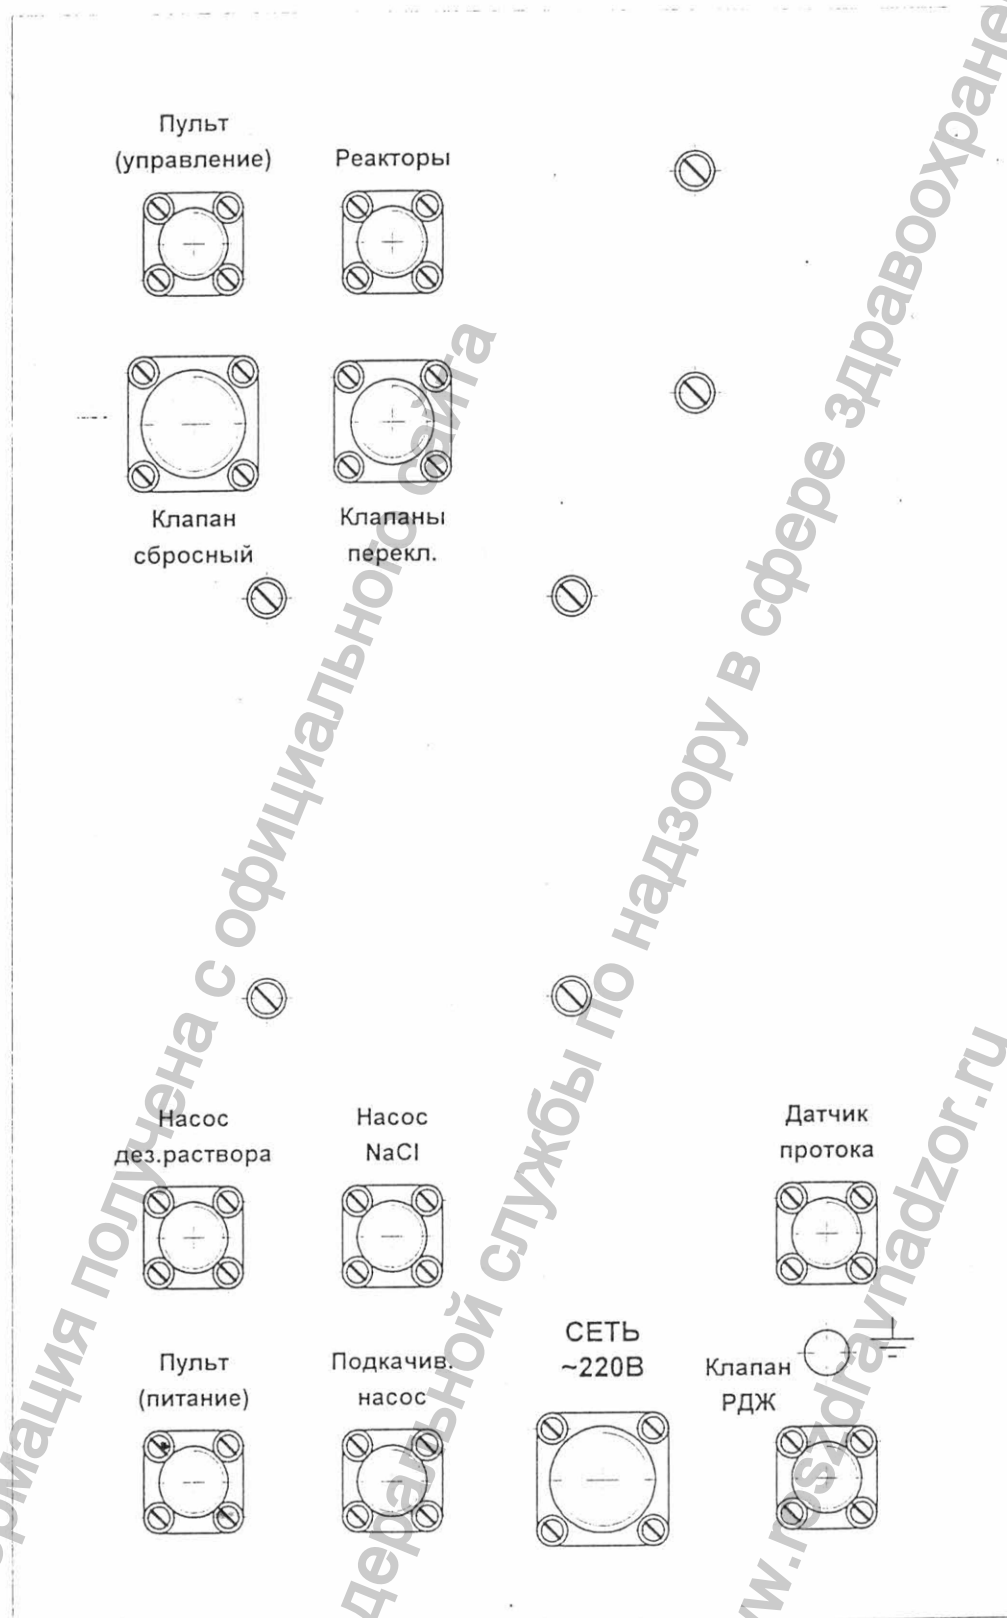

Рис. 6 Задняя панель блока управления
6.1.4. Выходящие из штанги кабели в соответствии с их маркировкой, подсоединить к электрическим разъемам блока управления БУ (рис. 6): ПУЛЬТ (питание) -- кабель 2, ПУЛЬТ (управление) -- кабель 1.
6.1.8. Распаковать НАСОС ПОГРУЖНОЙ для подачи раствора NaCl в генератор СТЭЛ-60-03; опустить насос в канистру с приготовленным раствором NaCl; шланг, идущий от насоса, надеть на штуцер, помеченный значком РАСТВОР NaCl на задней панели блока гидравлического (рис. 5); электрический кабель насоса подключить к разъему, обозначенному НАСОС NaCl на блоке управления генератора СТЭЛ-60-03 (рис. 6).
6.1.9. Сетевой шнур из комплекта поставки Комплекса подключить к электрическому разъему СЕТЬ на блоке управления генератора СТЭЛ-60-03 (рис. 6).